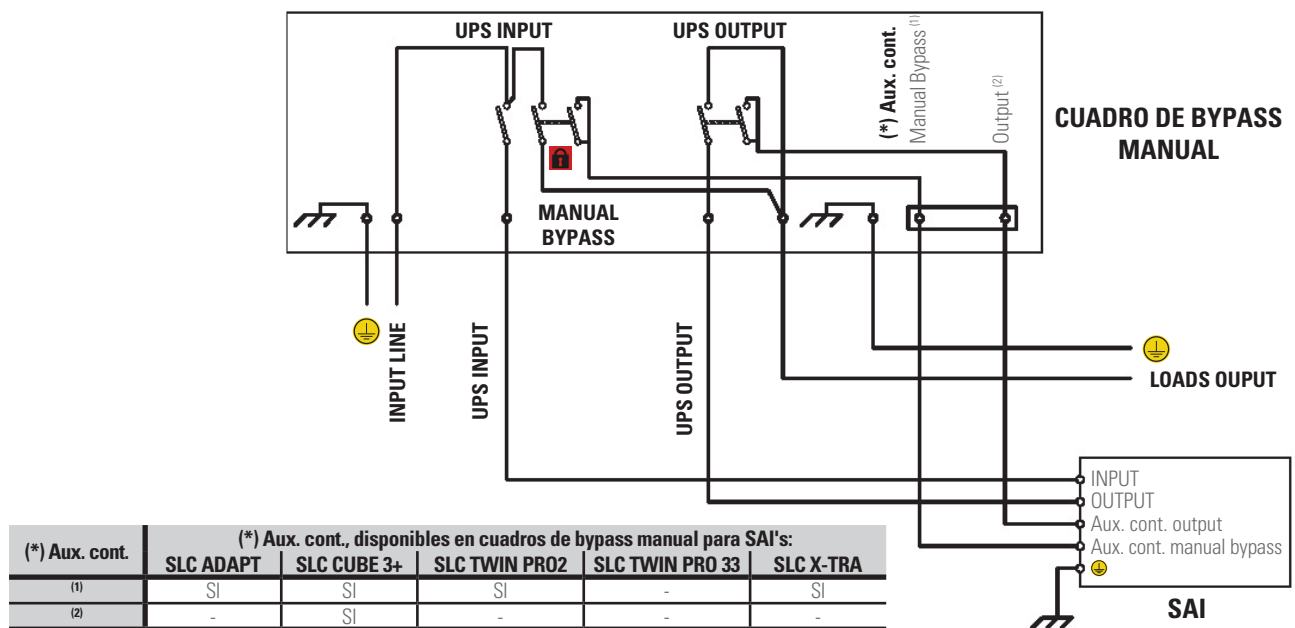

Fig. 3. Cuadro de bypass manual genérico para un SAI estándar.
- ☐ Cuadro de bypass manual genérico para un SAI estándar (Fig. 3).